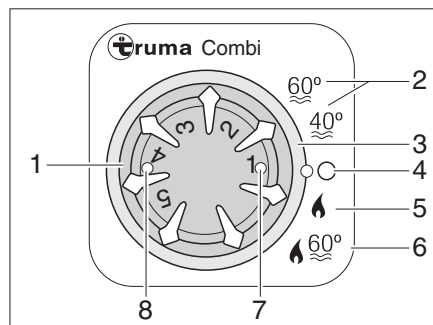

Fig. 112 Unité de commande pour chauffage/chauffe-eau
- Régler le mode de fonctionnement avec l'interrupteur rotatif (Fig. 112,3).
Le chauffage règle le degré d'allumage automatiquement en fonction du niveau de chauffage réglé. En mode de fonctionnement "Chauffage et chauffe-eau" (Fig. 112,6), l'eau du chauffe-eau est également chauffée. Le chauffage peut être exploité avec un chauffe-eau vide dans le mode de fonctionnement "Chauffage sans chauffe-eau" (Fig. 112,5).
- Régler le bouton tournant de température (Fig. 112,1) de l'unité de commande sur le niveau de chauffage désiré.
- Régler l'interrupteur rotatif (Fig. 112,3) sur régime hiver "Chauffage sans chauffe-eau" (Fig. 112,5) ou sur régime hiver "Chauffage et chauffe-eau" (Fig. 112,6).
Le voyant de contrôle vert (Fig. 112,7) s'allume.
- Régler l'interrupteur tournant (Fig. 112,3) sur "O" (Fig. 112,4).